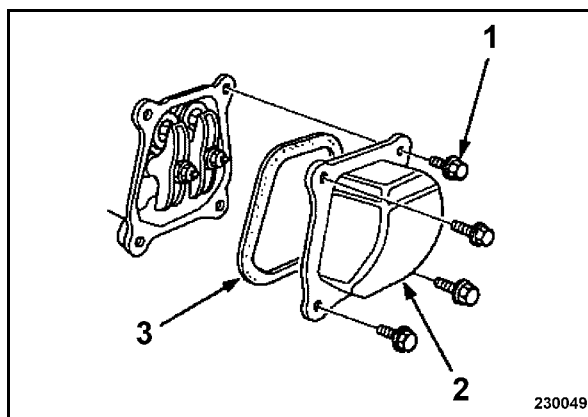

рис. 47
- Открутить винты (1) и снять крышку клапана (2) (рис. 47) с уплотнением (3).